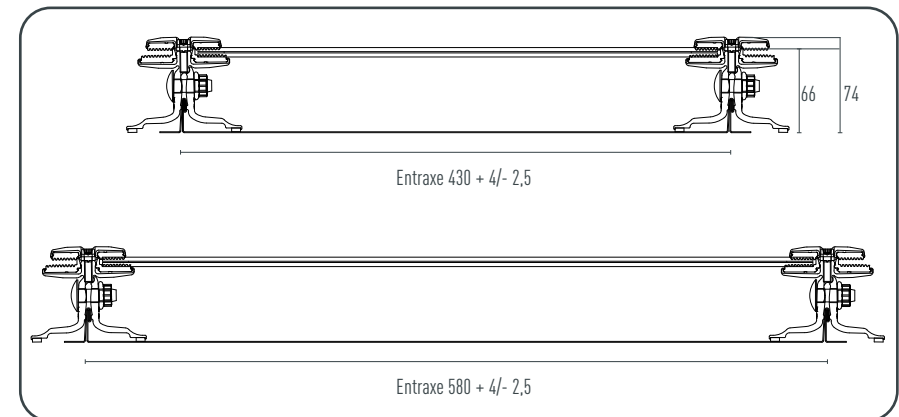

Figure 5 • Entraxe et seuils de tolérance
- Insertion des modules et connexion des connecteurs selon l'étude des strings. Veiller à ce que les modules solaires soient positionnés au centre de la partie inférieure des pattes de fixation et à ce que les entretoises EPDM soient correctement installées (Fig. 5).
- Percer le trou au milieu, coller le manchon de tuyau et faire passer le tuyau de protection à travers toutes les couches du toit jusqu'à l'intérieur (Fig. 5)